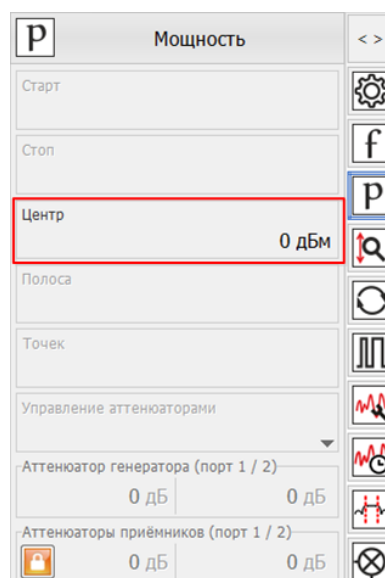

Рис. 2. Задание мощность зондирования
5. В панели управления «Мощность» задать параметры мощности зондирования. При установке этого параметра учитывайте ожидаемое затухание в измеряемом устройстве и при необходимости увеличьте мощность зондирующего сигнала. Для нашего примера достаточно уровня зондирующего сигнала 0 дБм (рис. 2).